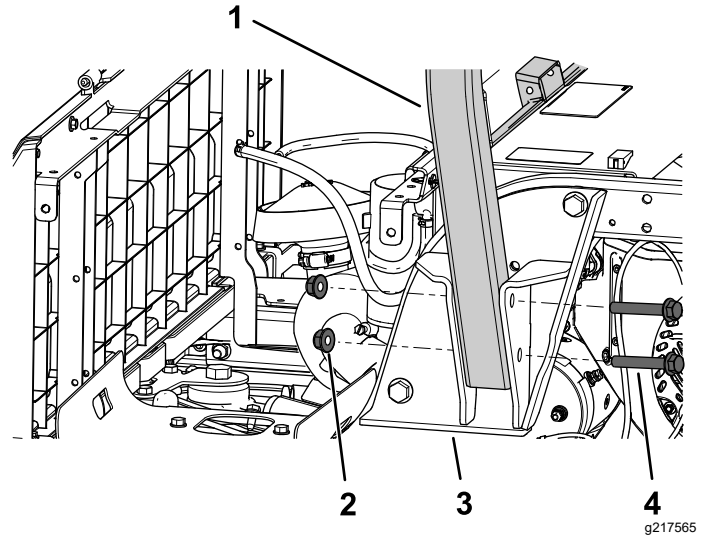

Figura 26
1. Sujete un lado de la barra antivuelco a un soporte del ROPS usando 2 pernos con arandela prensada ($\frac{1}{2}$ " x $3\frac{1}{2}$ ") y 2 contratuercas ($\frac{1}{2}$ "), según se muestra en Figura 26.